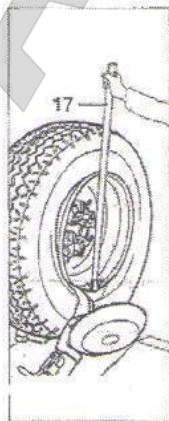

Рис. 7.6
B. Повернуть колесо и одновременно вставить монтажную головку между ободом колеса и бортом шины, оно должно зацепиться за борт шины (см. рис. 7.6).
E. Вставить рычаг LA (17, рис. 7.6) между ободом и бортом шины справа от монтажной головки.
L. Вставить рычаг LA (17, рис. 7.6) между ободом колеса и бортом справа от монтажной головки.